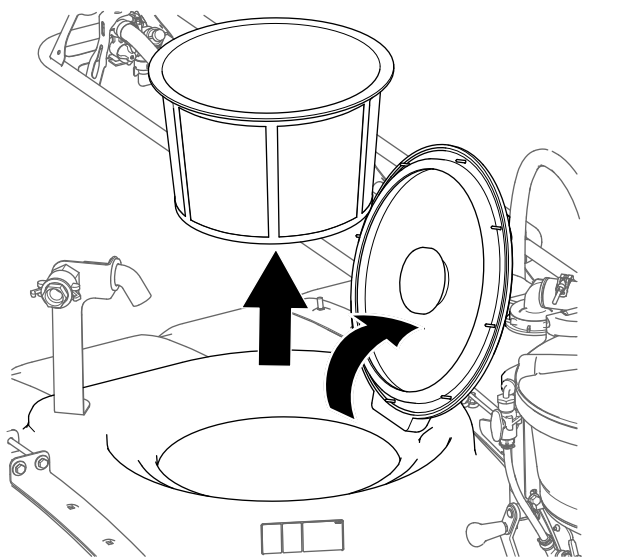

Figure 14
1. Ouvrez le couvercle de la cuve du pulvérisateur et déposez le filtre panier (Figure 14).